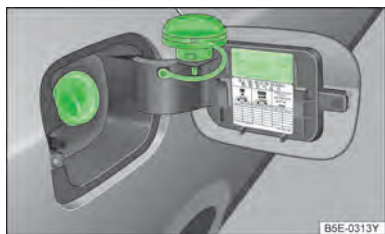

图 161
汽油有各种标号。油箱加油口盖板内标有适用于本车的燃油标号。» 图 161，见第 126 页。
- 逆时针拧开油箱盖并将其摆放在油箱盖板上» 图 161。